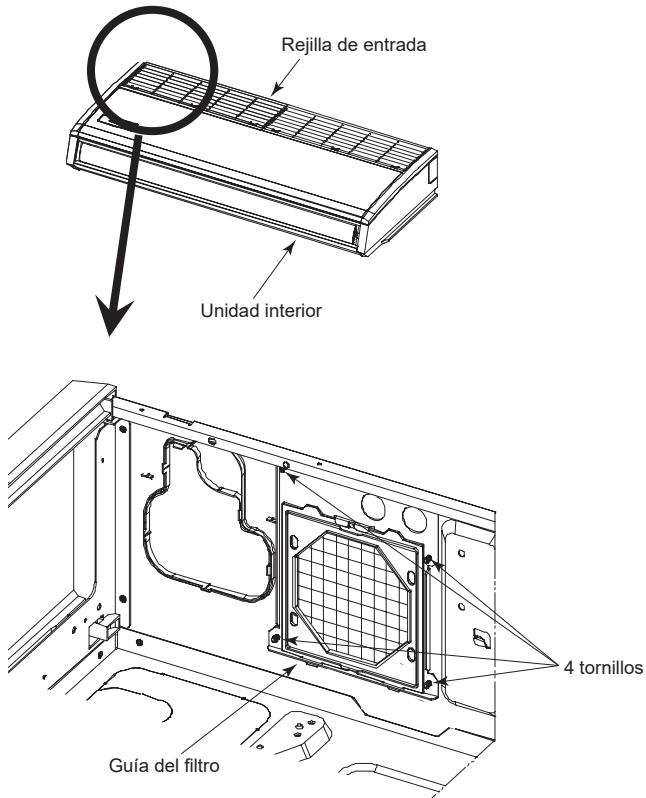
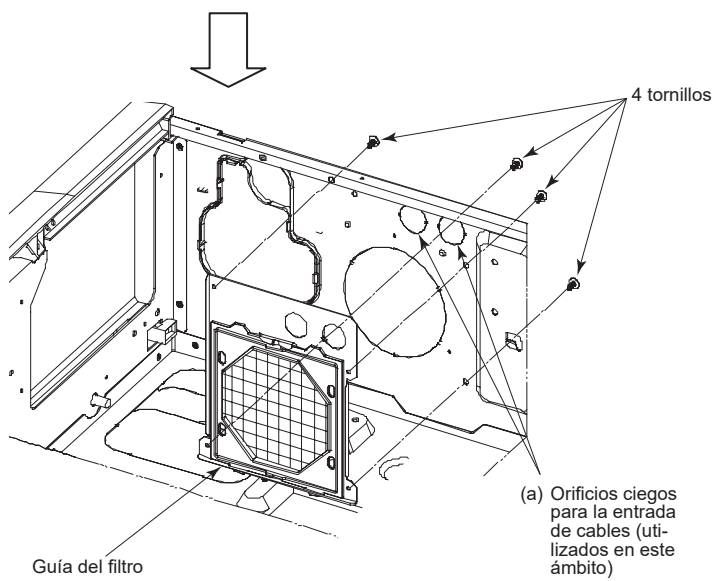

Fig. 6-6
Fig. 6-7
- \* Fig. 6-6 y Fig. 6-7 muestran el estado después de retirar la rejilla de entrada.